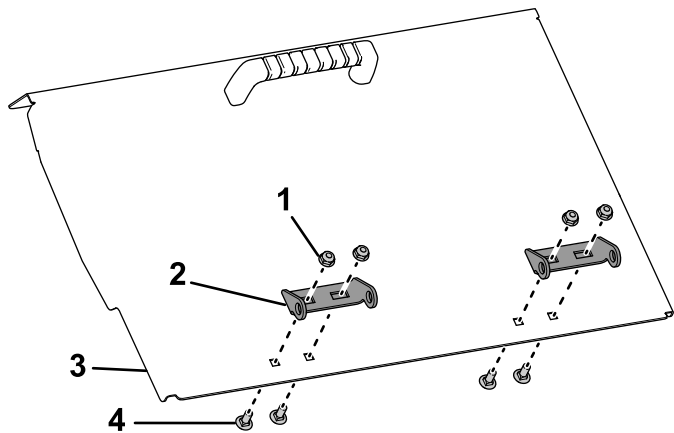

図 7
6. ホッパーのドアに蝶番を仮止めする付属のキャリッジボルト $1/4 \times 5/8$ "とロックナットを使用する【図 7】。ドアの蝶番をマシンの蝶番に合わせ、本締めする。